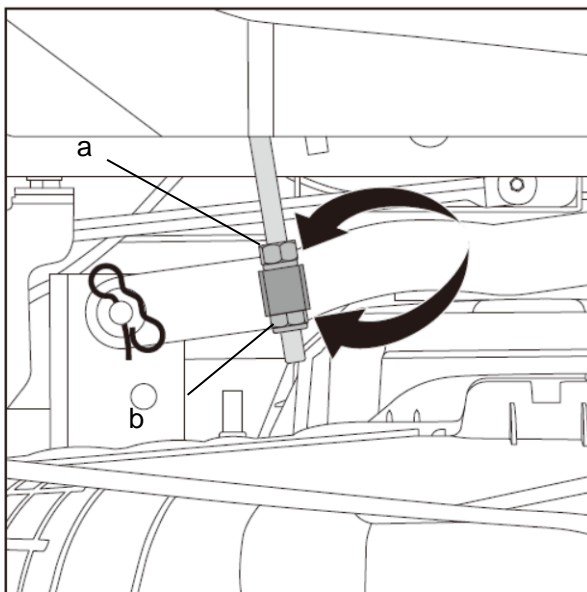
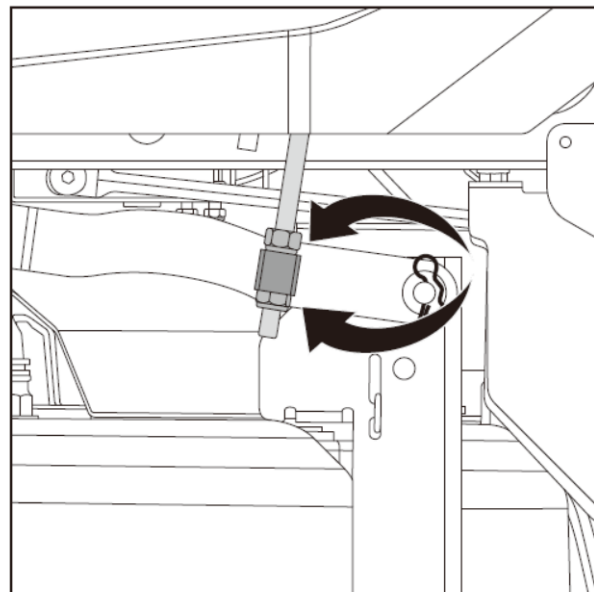

Fig.24A
Fig.24B
3. Vrid de övre inställningsmuttrarna (a) uppåt. Vrid de nedre inställningsmuttrarna (b) uppåt för att lyfta eller nedåt för att sänka klippdäckets två sidor. (Fig. 24A & Fig. 24B)